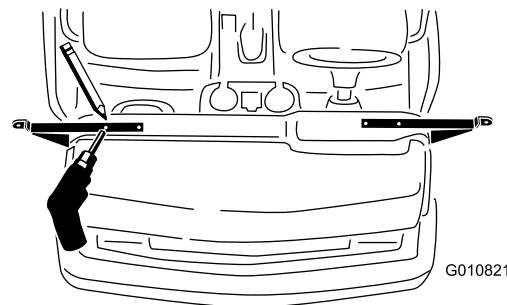

図 5
4. 上側ブラケットを型紙として、ダッシュボードの 2 ヶ所に穴あけ直径 12.7 mm を行う 図 5。